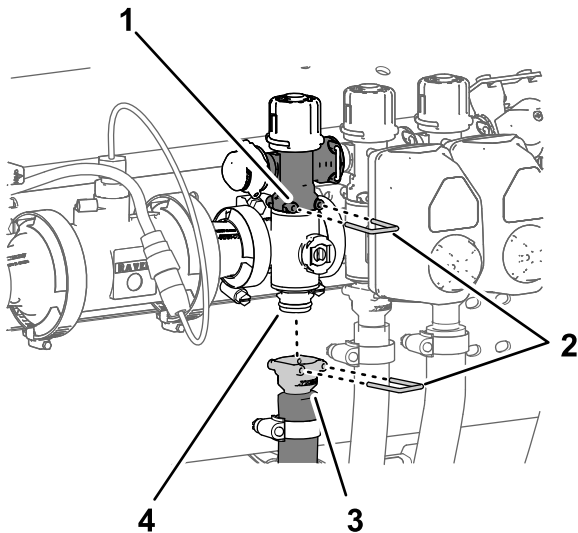

图 115
1. 拆下将喷洒臂段旁通阀快速连接耦合器固定至喷洒臂段歧管阀上的快速连接销图 115。
2. 拆下将喷洒臂段供水软管快速连接耦合器固定至喷洒臂段歧管阀上的快速连接销图 115。